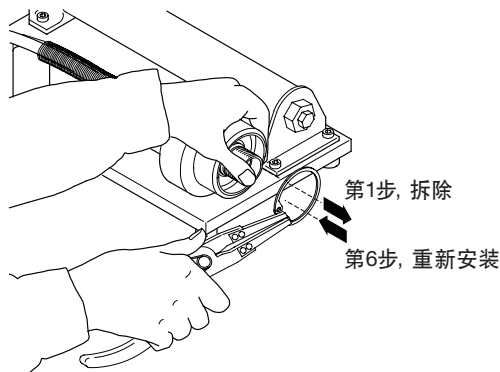

图1 定位环拆除/重新安装
1. 用定位环尖嘴钳将定位环从液压腔上取下。见图 1。
6. 用定位环尖嘴钳将定位环重新装在液压腔上。见图 1。